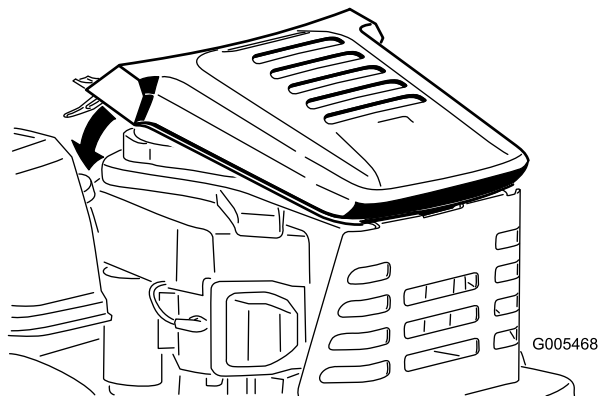

Figura 6
1. Montate il coperchio del motore al completo sulla protezione posteriore del motore, come illustrato nella Figura 6. La linguetta del coperchio posteriore deve combaciare con l'intaglio previsto nella protezione, quindi girate il coperchio in avanti e abbassatelo.
2. Per montare il coperchio del motore (Figura 6) verificate che la linguetta sul retro del coperchio combaci con l'intaglio previsto nella protezione, quindi girate il coperchio in avanti e abbassatelo.